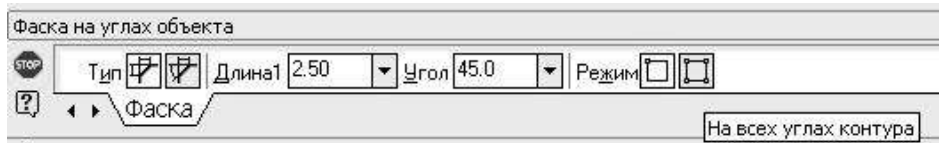
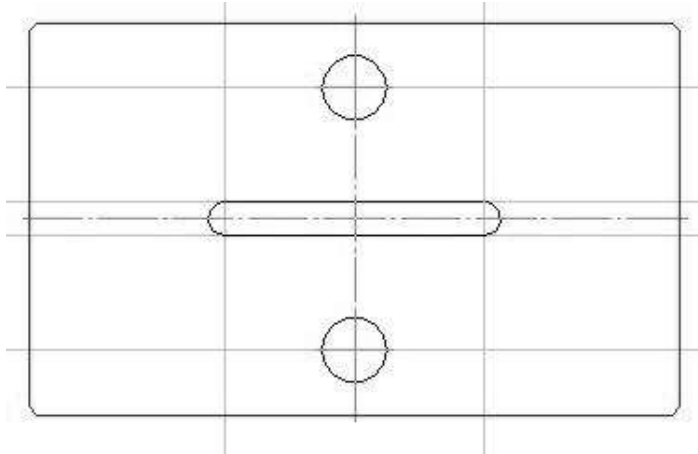

Рис.41 Панель создания фаски
Рис.42 Создание фасок
9. Рисуем фаски: выберите кнопку  на **Панели свойств** выберите режим – На всех углах контура, тип фаски, её длину и угол (Рис.41), кликните на прямоугольник (Рис.42).
Урок 2. Изменить плитку на Рис.41 следующим образом: